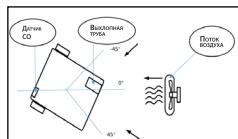

рис.7
**ВНИМАНИЕ!** При эксплуатации генераторов с датчиком угарного газа следует соблюдать определенные правила. Во избежание ложных срабатываний следует избегать описанных ниже условий: Датчик угарного газа работает только при плюсовой температуре (больше 0°C). Сильный поток воздуха с направления 45 градусов от оси выхлопное отверстие датчик (рис.7).